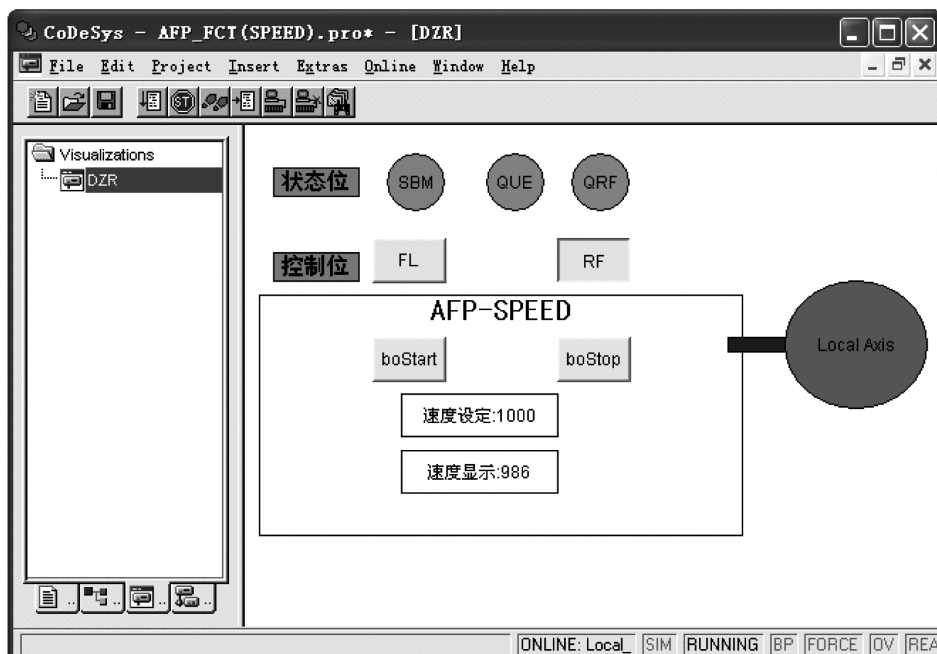

图 5-8 “Visualization” 控制界面
9) 在“Visualization”界面中对“local axis”轴进行状态显示及控制, 如图 5-8 所示。